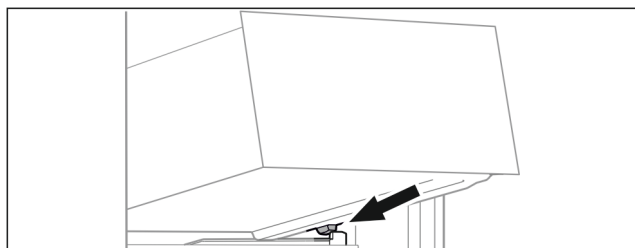

Fig. 28
- ▶ Applicare il cassetto inclinandolo dietro i fermi sulla nervatura del contenitore. (vedere Fig. 28)